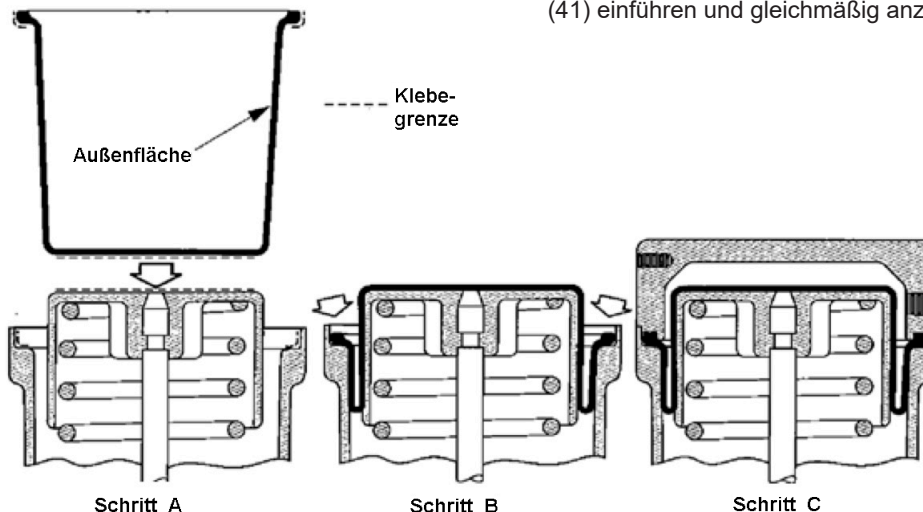

Abbildung 7 – Methode 2
Hinweis: Die Innenseite der Membran in Kontakt mit dem Kolben ist mit der Aufschrift „Kolbenseite“ gekennzeichnet; achten Sie darauf, die Beschichtung des Neoprens innerhalb der Grenzen zu halten, die dem flachen Teil des Kolbens entsprechen (Abbildung 7 – Methode 2, Schritt A).
- H-2. Die Membran (40) oben am Kolben (43) zentrieren und festkleben (siehe Abbildung 7 – Methode 2, Schritt A).